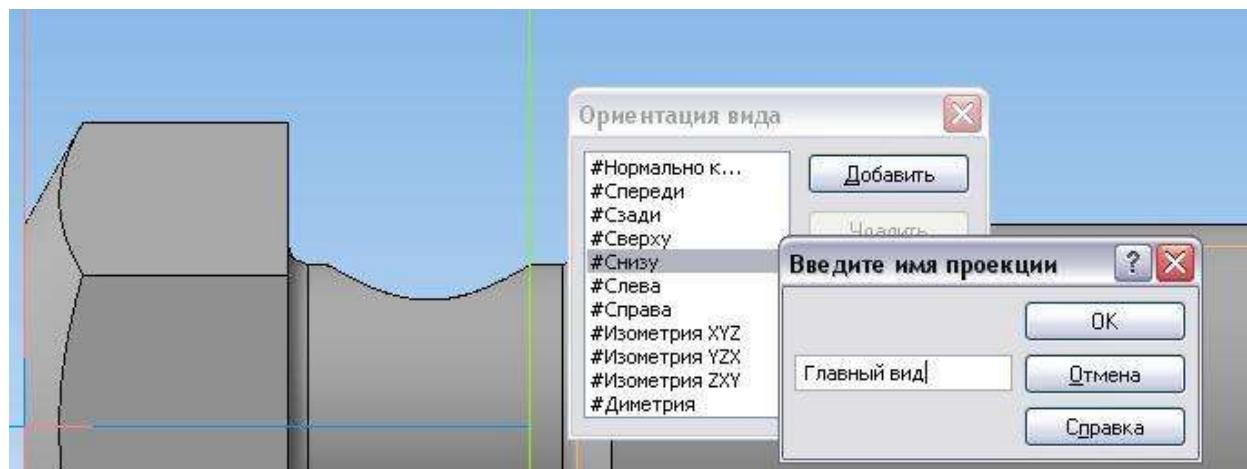

Рисунок 7.126 – Добавление ориентации
11) Ориентацию детали *Вид снизу* добавить как *Главный вид* (рисунок 7.126):